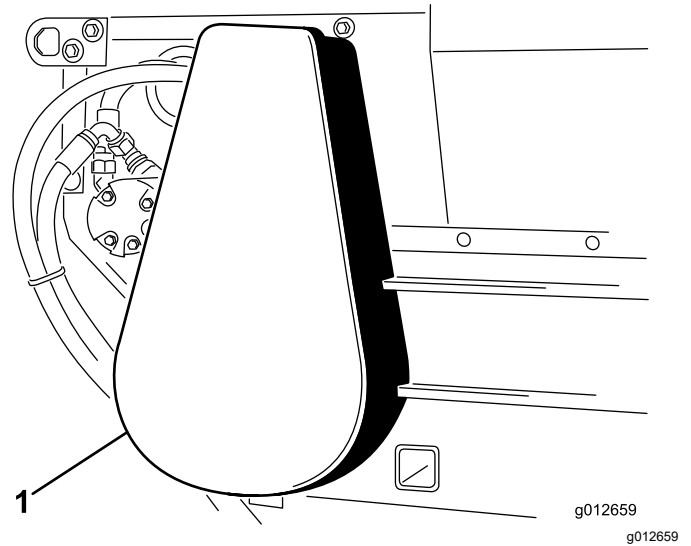

Bild 28
- Kettenabdeckung (Bild 28) entfernen.